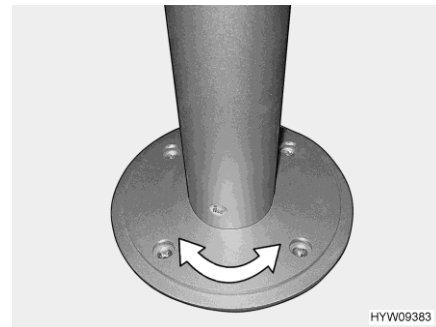

Bild 91 Säulen-Tischfuß (drehbar)
- Tischplatte in gewünschte Stellung drehen. Dazu ist etwas Kraftaufwand nötig, denn die Tischplatte dreht sich gegen den Reibungswiderstand am Säulen-Tischfuß (Bild 91).